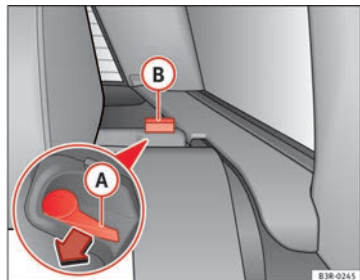

Abb. 127 Entriegelungshebel der Rückenlehne
- Den Entriegelungshebel (A) ⇒ Abb. 127 in Pfeilrichtung bewegen.